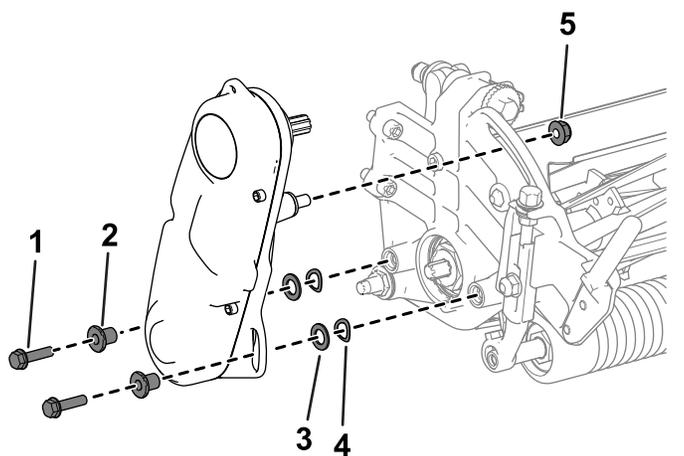

Рисунок 3
1. Снимите детали крепления узла привода барабана к боковой пластине (**Рисунок 3**).
2. Снимите привод барабана в сборе, плоские шайбы, пружинные шайбы и проставки с боковой пластины (**Рисунок 3**).